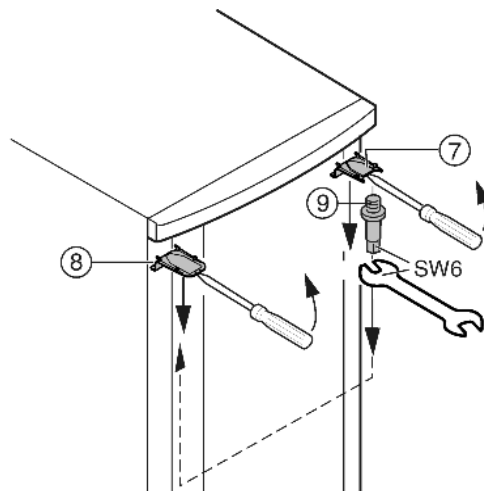

Fig. 7
- ▶ Lossa den övre täckbrickan Fig. 7 (7) och täckbrickan Fig. 7 (8) framåt med hjälp av en skruvmejsel och tag sedan ut dem snett nedåt.
- ▶ Skruva ut lagerbulten Fig. 7 (9) och skruva fast den på den motsatta sidan med (med 4 Nm).
- ▶ Återmontera täckbrickan Fig. 7 (7) på lagerbultens sida: sätt in den bak till och lås den fram till.
- ▶ Montera täckbrickan Fig. 7 (8) på den motsatta sidan: sätt in den bak till och lås den fram till.
- ▶ Haka fast dörren i lagerbulten Fig. 7 (9).